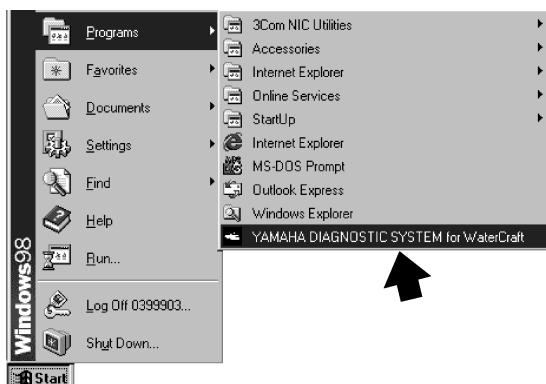

Fig. 10
2. From the taskbar at the bottom of your computer screen, click the **Start** button (fig. 10), point to **Programs**, and then click **YAMAHA DIAGNOSTIC SYSTEM for WaterCraft** to open the Yamaha Diagnostic System window. (Fig. 11)
2. Dans la barre des tâches en bas de l'écran, cliquer sur le bouton **Start** (Fig. 10), pointer **Programs**, puis cliquer sur **YAMAHA DIAGNOSTIC SYSTEM for WaterCraft** pour ouvrir la fenêtre du système de diagnostic Yamaha (Fig. 11).
2. Klicken Sie in der Task-Leiste unten an Ihrem Computer-Bildschirm auf **Start** (Abb.10), wählen Sie **Programs** und klicken Sie dann auf **YAMAHA DIAGNOSTIC SYSTEM for WaterCraft**, um das Fenster für das Yamaha Diagnosesystem zu öffnen. (Abb. 11)
2. En la barra de tareas de la parte inferior de la pantalla del ordenador, haga clic en el botón **Start** (Fig. 10), señale **Programs** y haga clic en **YAMAHA DIAGNOSTIC SYSTEM for WaterCraft** para abrir la ventana del sistema de diagnóstico Yamaha. (Fig. 11)